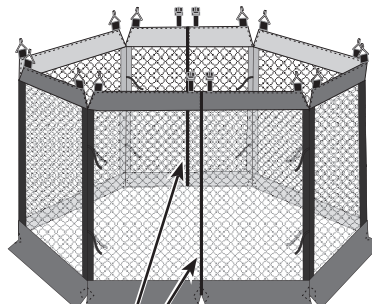

Fig. 8
- Déroulez le moustiquaire et enroulez-le autour des poteaux de l'armature, à l'extérieur, ainsi que sous le toit de l'abri. Trouvez l'emplacement des fermetures éclair grâce aux illustrations. (Fig. 8)